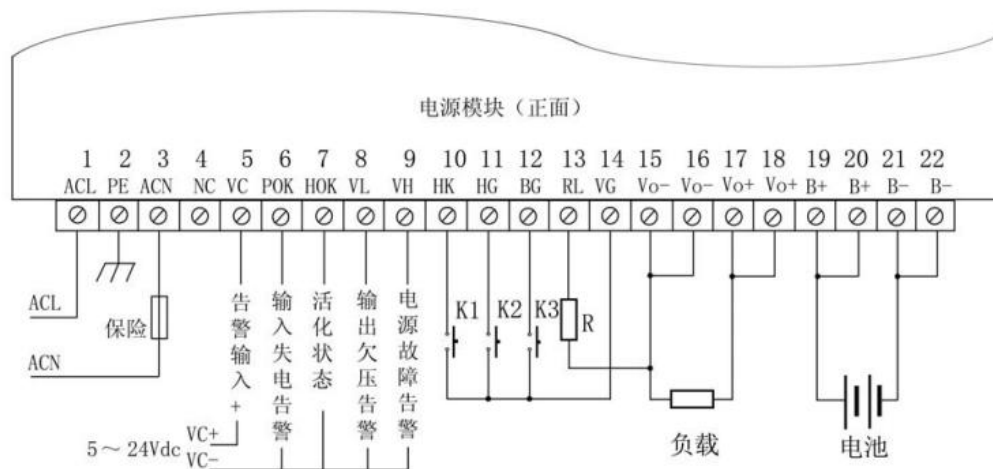

图 4-12 电源接线说明
5)活化放电端子 RL 的使用，接线见图 4-12 接线图，此端子为电池活化时加速电池放电所设，根据不同的电池容量选择放电电阻，当电源正常工作时，此电阻不工作，当电源进入活化状态时电阻接通对电池放电，放电电流的选择（推荐）：